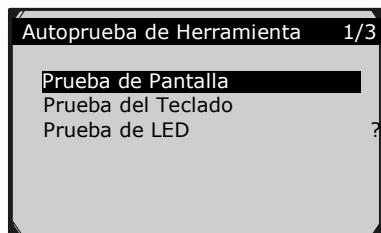

Figura 3.9
- Seleccione **Prueba de la Pantalla** desde el menú **Autoprueba de la Herramienta** y presione el botón **OK** para comenzar la prueba. (Figura 3.9)